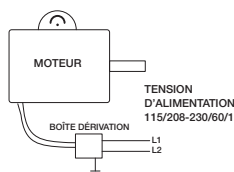

Figure 3 — Schéma de câblage typique
1. Raccorder l'alimentation conformément au NEC et tous les codes locaux. Voir le schéma de câblage à la Figure 3.